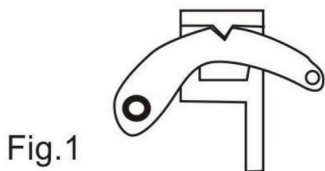

Fig.1
1. En respectant toutes les précautions de sécurité, placez le pied du cric sous la charge. Soulevez le loquet d'inversion (20) en position haute et assurez-vous qu'il est bien verrouillé, l'encoche du loquet étant fermement engagée dans l'encoche de l'inverseur (18) (voir fig. 1). Soulevez le nez jusqu'à ce qu'il entre en contact avec la charge, à l'endroit souhaité. Marquez une pause et vérifiez qu'aucun obstacle ne gêne le levage.
2. Tirez fermement et uniformément sur la poignée et observez la montée de la charge. En tirant la poignée vers le bas, vous entendrez le clic de la goupille d'escalade (15) dans un trou de la barre d'acier (3). Relâchez alors la poignée pour permettre à la goupille (15) de reprendre la charge. Relevez la poignée jusqu'au bout de sa course pour reprendre appui, puis pompez à nouveau.